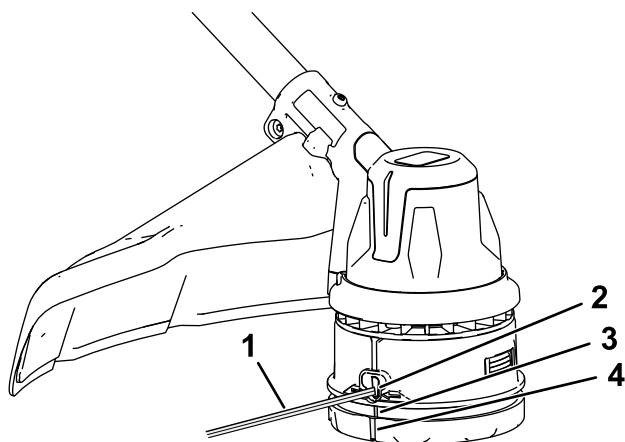

Figure 15
4. Poussez sur la tête d'avancement et tournez-la le sens des flèches (sens horaire) qui figurent dessous jusqu'à ce que les repères qui figurent sur le côté de la tête d'avancement soient en face des repères situés sous les œillets (Figure 15).